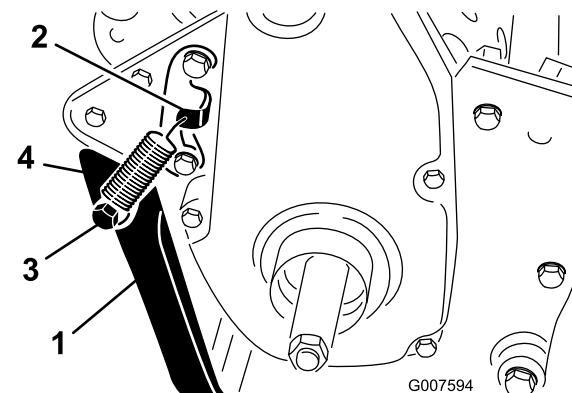

Bild 5
- Haken Sie die Feder in das Loch an der Federhalterung und an der Federbefestigung ein. Flüchten Sie gleichzeitig den Ständer mit den Befestigungslöchern am hinteren Rahmen aus (Bild 5).
- Montieren Sie den Ständer an jeder Seite des Rahmens mit einer Schraube, einer Sicherungsscheibe, einem Distanzstück, einer Flachscheibe und Sicherungsmutter (Bild 5). Legen Sie das Distanzstück in das Befestigungsloch des Ständers ein.